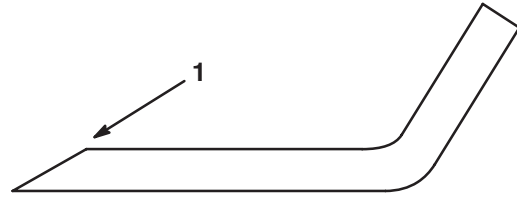

Figure 33
1. Au moyen d'une lime, aiguisiez les tranchants aux deux extrémités de chaque lame (Fig. 33) en veillant à conserver l'angle d'origine. Limez la même quantité de métal sur les deux tranchants pour ne pas déséquilibrer la lame.